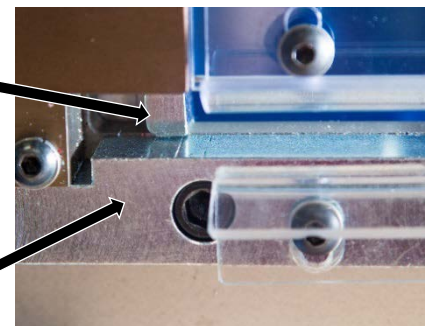

Fig. 17.
- Mueva la guía de borde de tal manera que el borde plano esté alineado con la línea larga en la barra de tope (Fig. 17). Esto es apenas un punto de arranque y debe colocar el cierre de alambre aproximadamente a 1 pulg. (2.5 cm) del borde izquierdo de la bolsa. Ajuste según sea necesario.